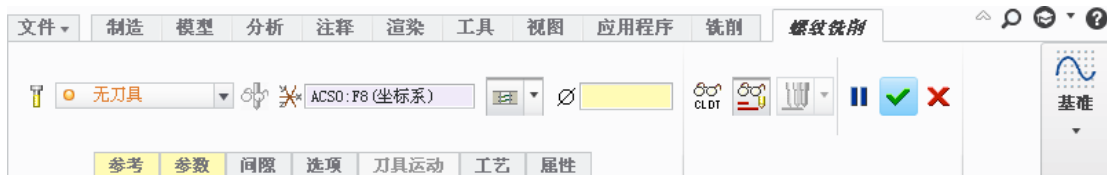

图 4.2.6 “铣削：螺纹铣削”操控板
Step1. 单击 **铣削** 功能选项卡中的 **铣削** 区域, 在弹出的菜单中选择  **螺纹铣削** 选项, 此时系统弹出图 4.2.6 所示的“螺纹铣削”操控板。